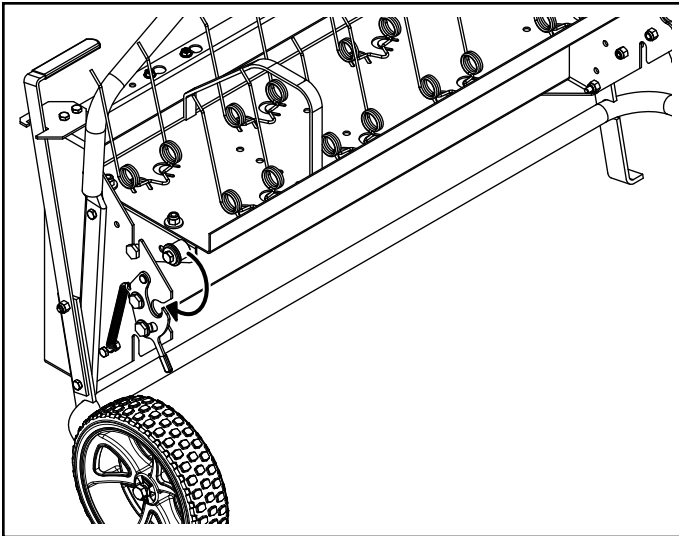

FIGURE 13
1. With the platform standing on footstands, slide the shoulder bolts on the dethatcher down into the retainer slots. See figure 13.
2. Rotate the dethatcher until the bushings go into the axle retainers. See figure 13.
1. Ayant installé la plate-forme sur les béquilles, faites glisser les vis à épaulement sur la déchaumeuse et placez-les dans les crans de réglage de la plaque de fixation de l'essieu. Voir la figure 13.